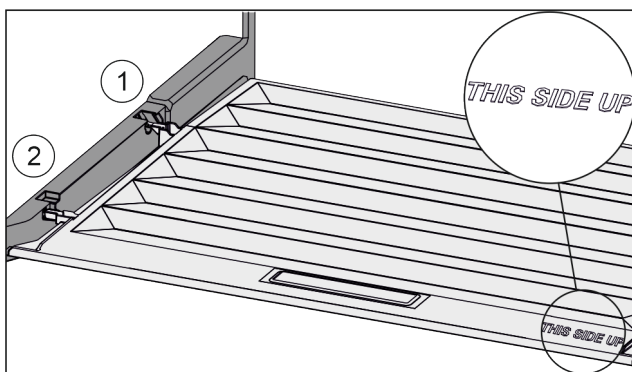

Fig. 97
- ▶ Вставить поперечные ребра крышки через отверстие заднего держателя Fig. 97 (1) и защелкнуть спереди в держателе Fig. 97 (2).